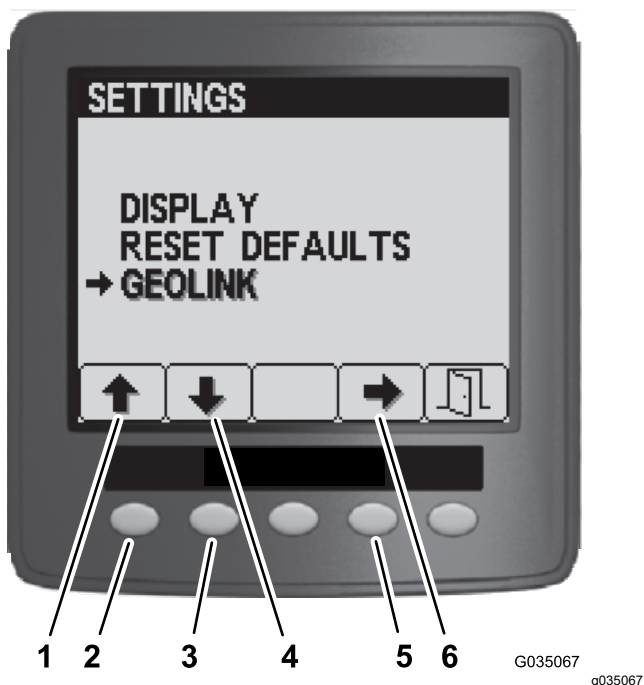

Figura 186
4. En el menú Configuración, pulse el botón 1 o el botón 2 hasta que aparezca resaltada la opción GeoLink, y pulse el botón 4 para desplazarse hasta el menú de GeoLink (Figura 186).